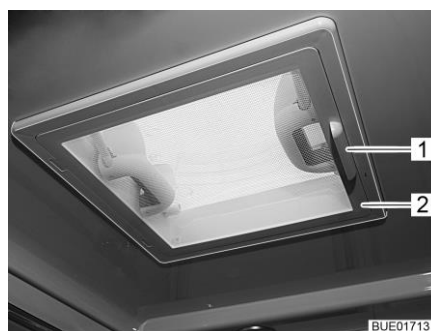

Bild 30 Dachhaube mit Schnappverschluss
- Insektenschutz (Bild 30,2) am Griff (Bild 30,1) nach unten schwenken.